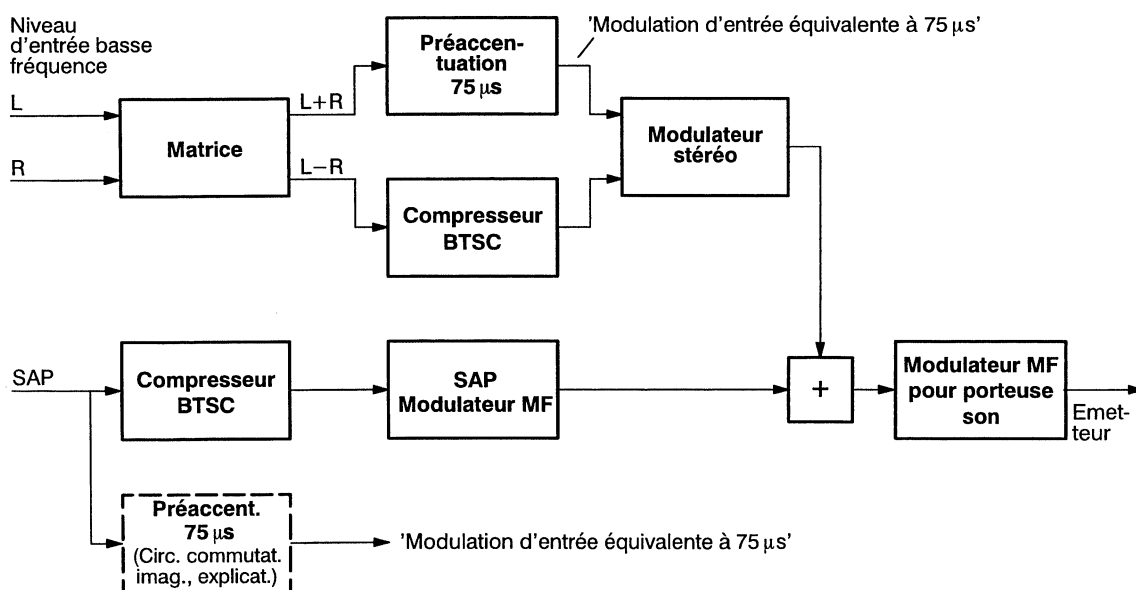

Fig. 2 Schéma de couplage simplifié d'un émetteur BTSC
Le spectre de la bande de base BTSC à bande large est transmis par modulation de fréquence sur la porteuse son (4,5 MHz). Compte tenu de la caractéristique de bruits parasites typique des systèmes de transmission MF, le niveau de bruit augmente avec la fréquence de modulation. Afin d'améliorer le rapport signal/bruit pour le signal différentiel L-R et pour le deuxième signal son (SAP), les deux canaux sont codés par un compresseur BTSC, voir figure 2.
La figure 2 présente un schéma de couplage simplifié d'un émetteur BTSC. Vous trouverez des indications relatives aux normes de modulation BTSC et aux déviations crêtes maximales autorisées à la page suivante.
2. Le niveau d'entrée du son maximal admis pour 100 % de modulation (100 % \pm 0 dB) dépend de la fréquence en raison de la préaccentuation de 75 µs, voir figure 2.
Elle sert de référence et détermine le niveau de modulation que l'on obtient pour un signal mono équivalent généré par une préaccentuation de 75 µs, voir figure 2.